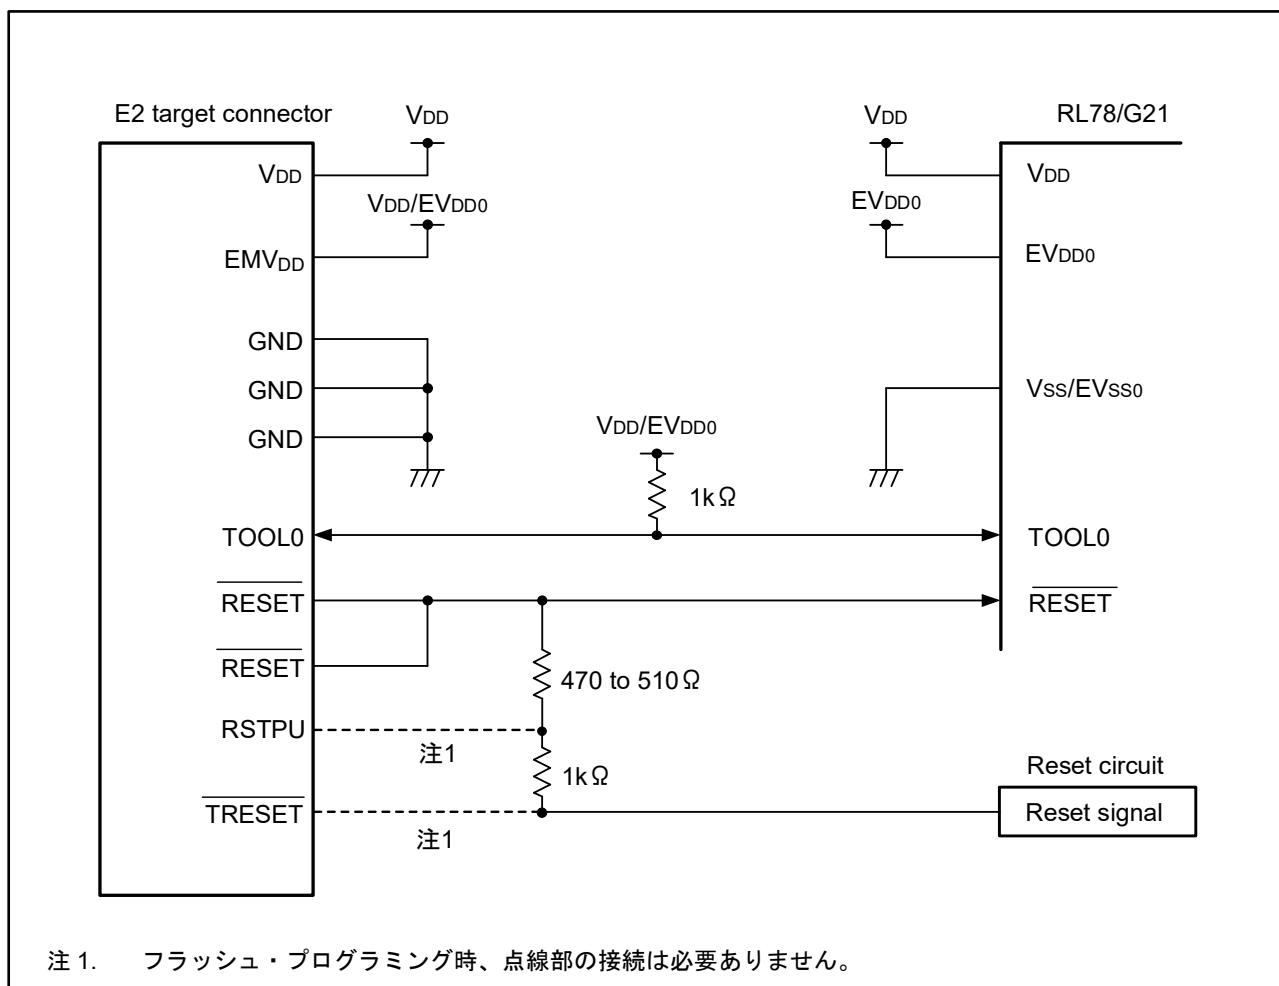

図 16. RL78/G21 と E2 エミュレータの接続例
p.23	図 16. RL78/G21 と E2 エミュレータの接続例を追加。